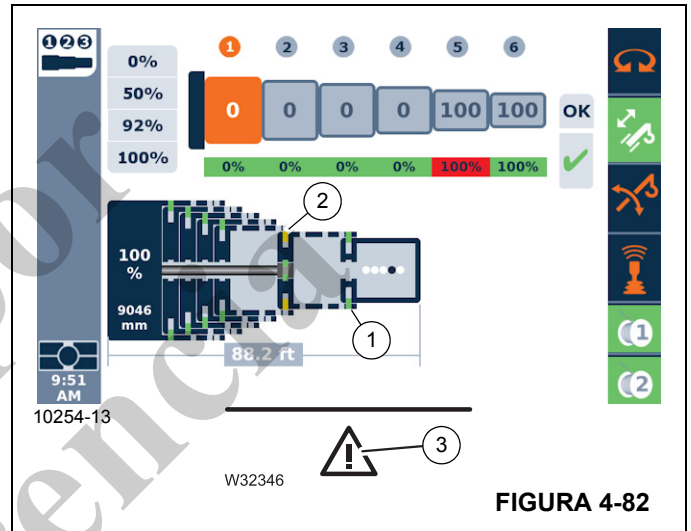

FIGURA 4-82
La relación actual de las secciones telescópicas entre ellas mismas – sección de vista superior Figura 4-82.
La imagen en la Figura 4-82 muestra el estado de la sección y los pasadores de cilindro. Verde (1) indica que el pasador está bloqueado, amarillo (2) indica que está en una posición intermedia y rojo indica que está desbloqueado. Además, si se muestra el triángulo de riesgo (3), existe un error.